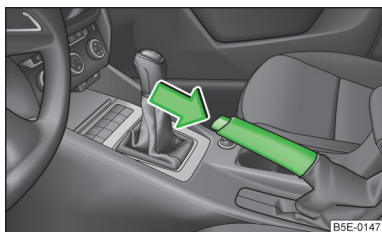

Fig. 120
- Tirez légèrement le levier de frein à main vers le haut et enfoncez **simultanément** le bouton de verrouillage » fig. 120.